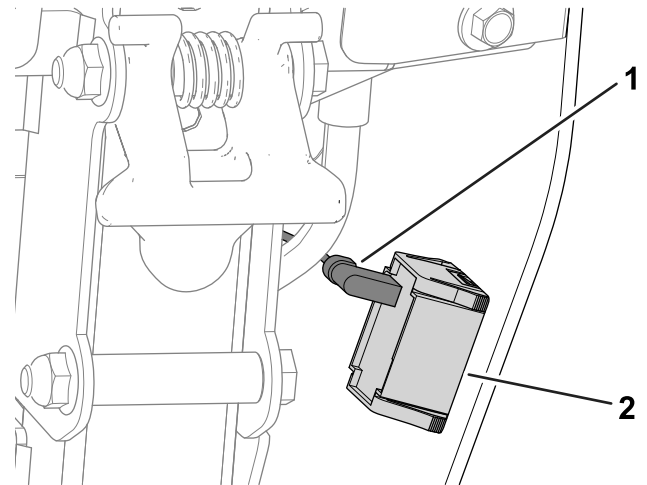

Figura 40
- A. Desconecte el conector del arnés de cables del contador de horas (Figura 40).